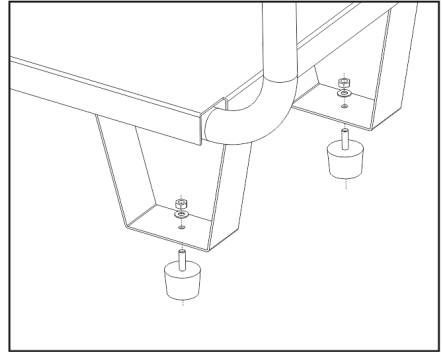

Fig. 4
- a. Encaixe os pés de borracha nas pernas, conforme mostrado na Fig. 4.